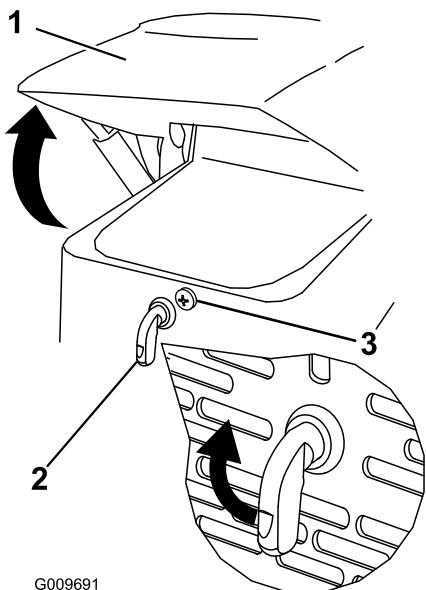

Figura 27
1. Afloje el tornillo de bloqueo del capó (Figura 27).
2. Giro el cierre del capó en el sentido de las agujas del reloj (Figura 27).
3. Levante el capó (Figura 27).
3. Apriete el tornillo de bloqueo del capó para bloquear el cierre (Figura 27).